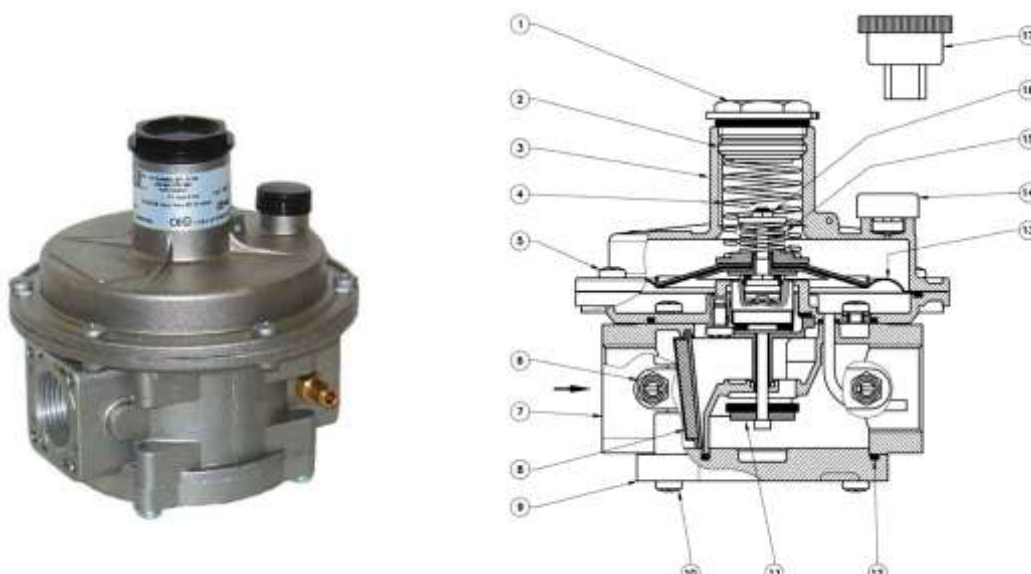

Рис. 1
- Для настройки регулятора необходимо использовать манометр, который можно установить в штуцер для отбора давления (см. рис. 1, 2, 3).
См. рис. 1.
Проверка состояния фильтрующего элемента в модификации с резьбовыми соединениями (см. рис.1)
Регулятор (рис. 1) состоит из: крышка (1); винт калибровки выходного давления (2); раструб (3); пружина калибровки выходного давления (4); винты крепления раструба (5); штуцер для замера давления (6); корпус (7); фильтрующий элемент (8); нижняя панель (9); винты крепления нижней панели (10); затвор (11); уплотнительное кольцо нижней панели (12); рабочая мембрана (13); пылезащитный колпачок (14); пружина калибровки сбросного клапана (15); винт калибровки сбросного клапана (16); специальный ключ для калибровки (17).